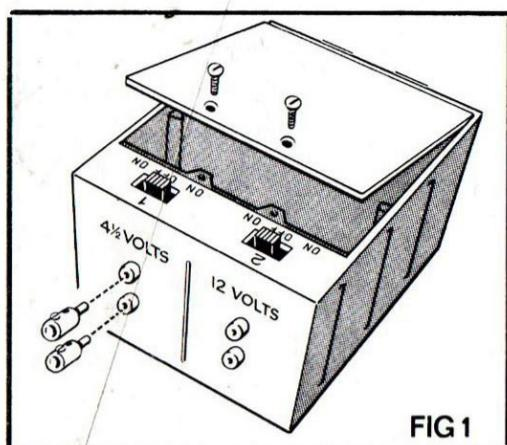

FIG 1
- Die beiden Schrauben auf der Oberseite des Kastens lösen und Deckel entfernen (Abb. 1)
- Skruta ur de 2 skruvorna överst på dosan och tag av locket (Fig.1.)